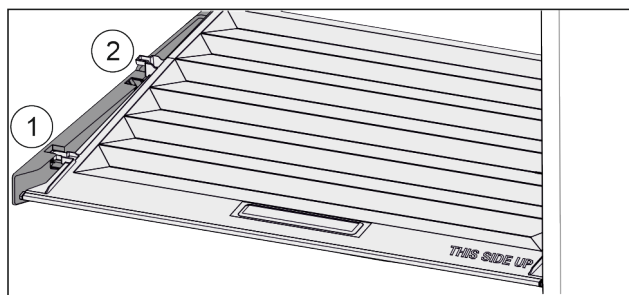

Fig. 42
- ▶ Pokrywę pociągnąć do przodu Fig. 42 (1), aż otworzy się w elementach trzymających.
- ▶ Podnieść tył od dołu i w wyjąć Fig. 42 (2) go do góry.